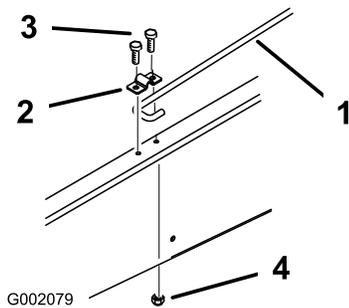

Figure 10
6. Desserrez le boulon de fixation de l'attache de la béquille jusqu'à ce que vous puissiez faire passer l'extrémité en J de la béquille sous l'attache (Figure 10).
7. Serrez le boulon et fixez l'autre côté de l'attache avec un boulon (5/16 x 3/4 pouce) et un écrou à embase (5/16 pouce) neufs (Figure 10).